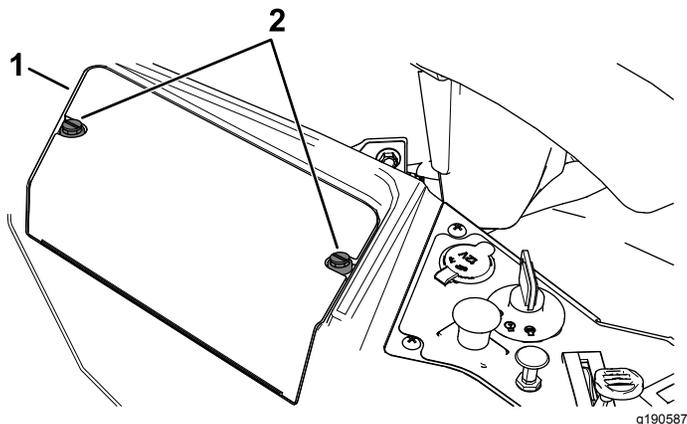

Figura 46
3. Afloje $\frac{1}{4}$ de vuelta las 2 fijaciones de la tapa de la batería en el sentido contrario a las agujas del reloj y retire la tapa (Figura 46).
6. Instale la tapa de la batería empujándola hacia abajo y apretando 2 fijaciones en el sentido de las agujas del reloj (Figura 46).